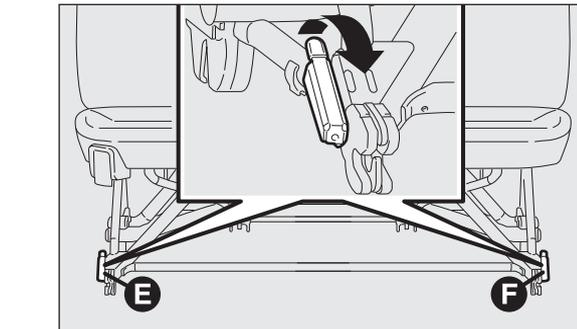

Abb. 43
- in der senkrechten Stellung die Hebel E und F-Abb. 43 nach oben drehen;